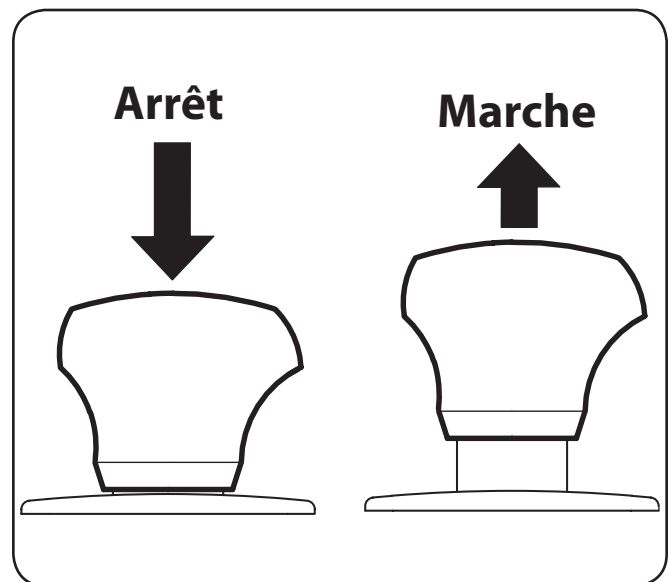

Figure 5-4
2. Tirez sur le bouton de la PDF/lame en prise vers l'extérieur à la position (ON) embrayée. Consultez la figure 5-4